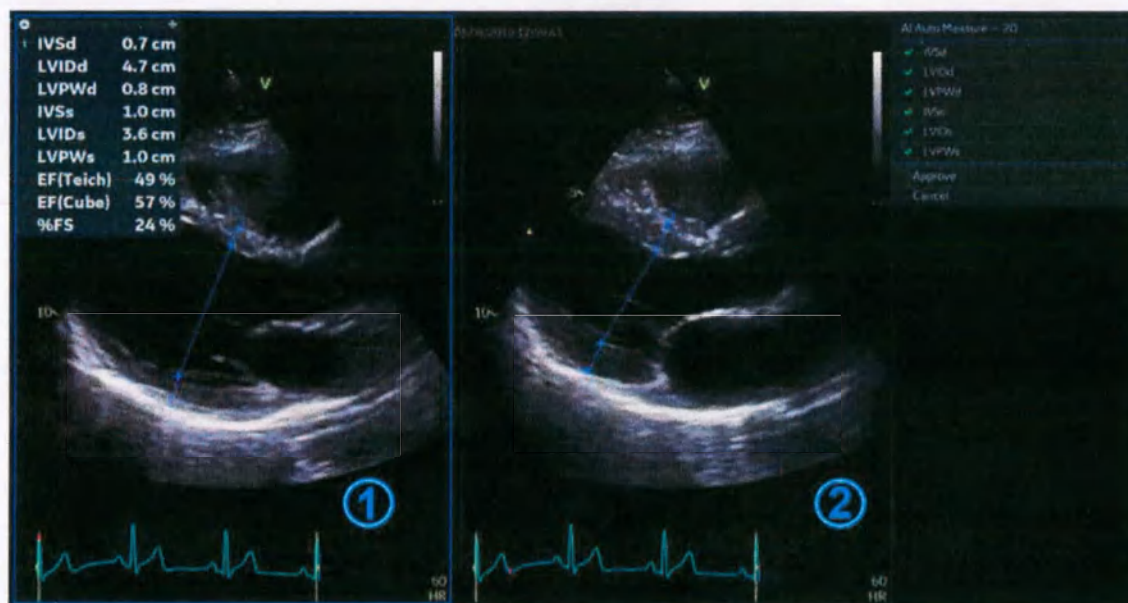

Рис. 7-41. Функция AI Auto Measure — 2D: измерители
3. Дисплей перейдет в двухэкранный режим отображения, где слева показывается кадр окончания диастолы, а справа — кадр окончания систолы, см. Рис. 7-41.